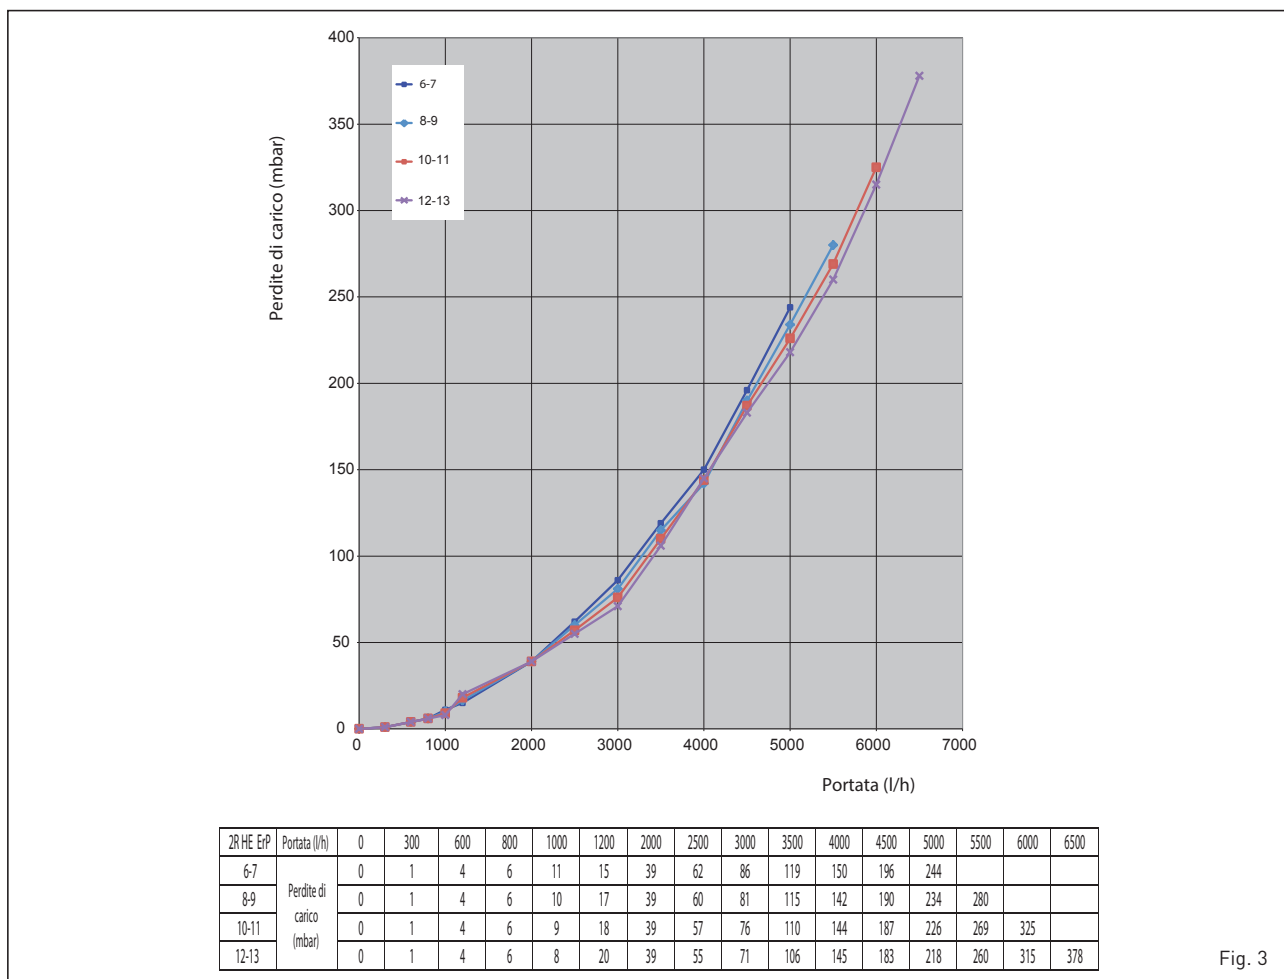

Fig. 3
1.4 PERDITE DI CARICO CIRCUITO CALDAIA (fig. 3)